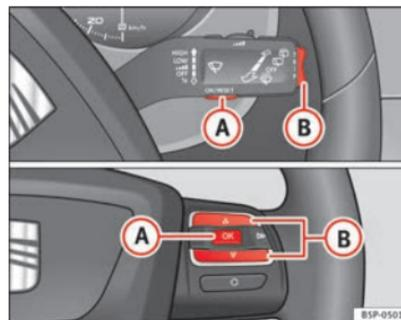

Fig. 39 Botões basculantes A e B. Comandos no volante.
- Com a ignição ligada, premir brevemente o botão ⇒ Fig. 39 **(A)** do manípulo do limpa-vidros para mudar de uma memória para outra ou premir o botão **(A)** dos comandos no volante ⇒ Fig. 39.